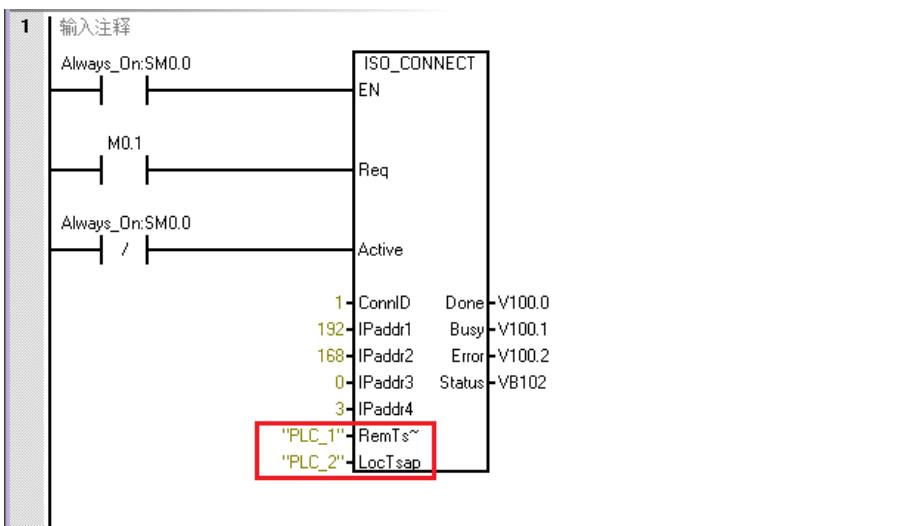

图7：调用ISO\_CONNECT建立连接指令
1.调用ISO\_CONNECT指令建立连接,伙伴TSAP(RemTsap)与本地TSAP(LocTsap)必须与S7-300中的连接配置交叉对应。如图7.所示